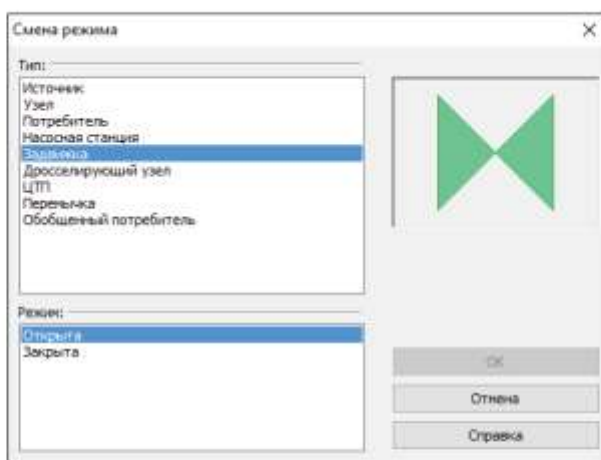

Рисунок 6.4. Смена режима для узлового объекта
2. Установить курсор на определенный объект и дважды щелкнуть левой клавишей мыши. На экране появится диалог Смена режима (смотрите Рисунок 6.4. «Смена режима для узлового объекта»).